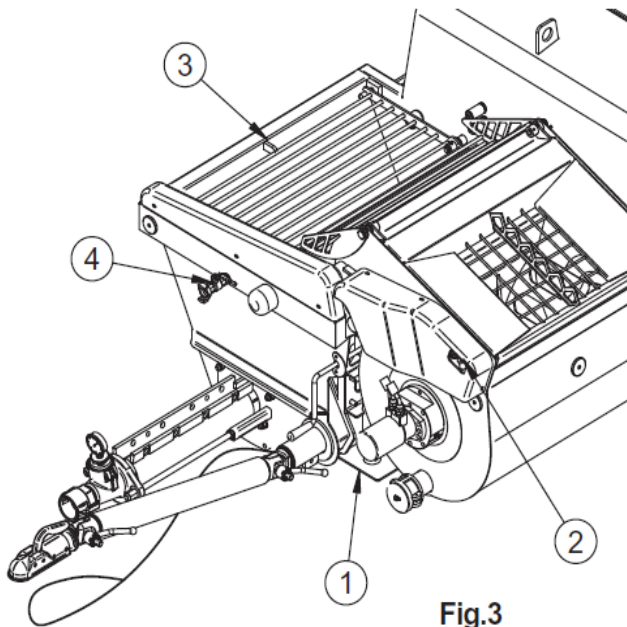

Fig.3
8. TRANSPORT ȘI REMORCARE (fig. 3)
Instalați pompa prin poziționarea corectă a piciorul de sprijin (fig. 3, ref. 1). Blocați roțile.
⚠️ Atenție! Terenul pe care stă utilajul trebuie să fie ferm și plat, și mai exact, punctele de sprijin ale picioarelor trebuie să fie foarte solide (fig. 3, ref. 1) astfel încât să nu fie pusă în pericol stabilitatea pompei în timpul utilizării.
Verificați dacă este activat dispozitivul de blocare a grilajului malaxorului (fig. 3, ref. 2) și a cuvei (fig. 3, ref. 3).
Asigurați-vă ca levierul-camă (A) a racordurilor să fie bine prins și ca garnitura (B) să fie ca în fig. 4A. Deschideți robinetul de aer al pistolului de pulverizare (fig. 5, ref. 1). Deschideți robinetul aerului pompei (Fig. 3, ref. 4).